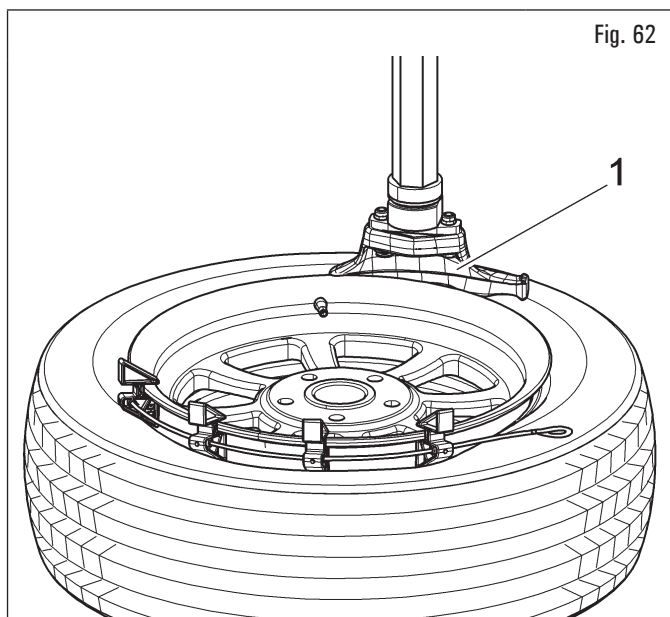

Fig. 62
4. desbloquear el eje hexagonal (Fig. 60 ref. 1) y posicionar la cabeza útil (Fig. 62 ref. 1) apoyado en sentido radial y vertical en la llanta y bloquearlo con el pulsador ubicado en la manija (Fig. 60 ref. 2);
Si no es posible bajar el talón manualmente, lubrique abundantemente el flanco del neumático opuesto a la cabeza útil y use el presionatalón neumático para bajar el flanco del neumático, hasta que pueda enganchar los bloques del alargue presionatalón al borde de la llanta con el lado marcado "EH2" hacia abajo (Fig. 62 y Fig. 63);